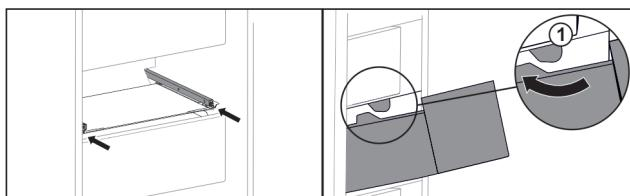

Fig. 38
- Прокарайте чекмеджето около ограничителите Fig. 38 (1).